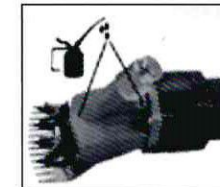

Рис. 4.
3. Во время работы смазочное масло необходимо периодически добавлять. После 1-2 минут работы лезвия машинки необходимо смазывать. Количество масла - 5-8 капель. Спустя 30 минут эксплуатации накапайте 3-5 капель смазочного масла в два отверстия на машинке, (см. Рис.4) добавляя масло в два отверстия на головке, держите машинку под углом, чтобы облегчить